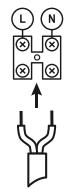

Рис. 2
4. Подключите драйвер LD-40 к электрической сети 230В при помощи клеммного разъема или другим методом допустимым Правилами устройства электроустановок (ПУЭ) (Рис. 2).
- Підключіть драйвер LD-40 до електричної мережі 230В за допомогою клеминого роз'єму або іншим методом допустимим Правилами пристрою електроустановок (ПУЕ) (Рис. 2).